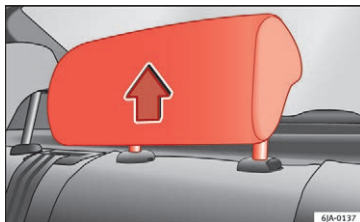

Fig. 75 Hovedstøtte i brugsposition
- Tre **brugspositioner** » Fig. 75. I disse positioner fungerer hovedstøtten som en almindelig hovedstøtte, og sammen med sikkerhedsselen beskytter den bagsædepassagerne.